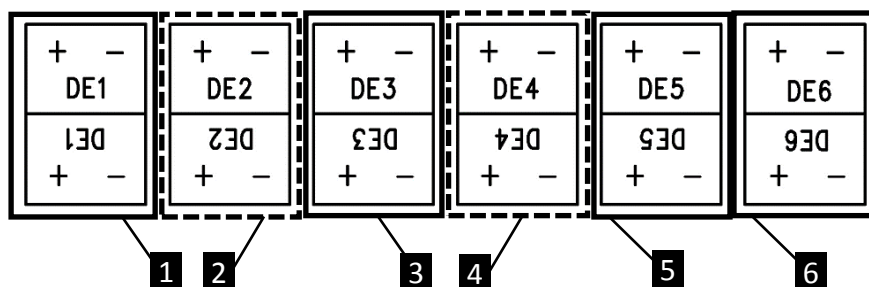

Рисунок 7
- 1 НЧ датчик импульсов канала измерения 1 подключается к разъему «DE1» (рисунок 7: **1**) и «DE2» (рисунок 7: **2**) ЕК290.
- 2 НЧ датчик импульсов канала измерения 2 подключается к разъему «DE3» (рисунок 7: **3**) и «DE4» (рисунок 7: **4**) ЕК290.
- 3 ВЧ датчик импульсов канала измерения 1 подключается к разъему «DE5» (рисунок 7: **5**)
- 4 ВЧ датчик импульсов канала измерения 2 подключается к разъему «DE6» (рисунок 7: **6**).